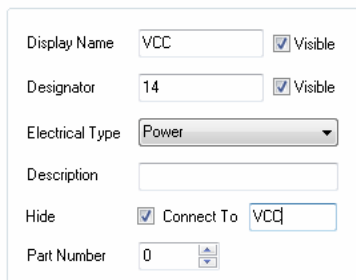

图 18-29 添加 VCC 引脚
(10) 放置电源引脚。在任意一个部件的编辑区中放置新的引脚,Display Name 设为 VCC,Designator 设为 14,Electrical Type 设为 Power,选中 Hide 复选框,连接网络设为 VCC,Part Number 设为 0,如图 18-29 所示。
(11) 在 SCH Library 面板双击该元件,打开库元件属性对话框,在 Default Designator 栏位输入“U?”,在 Default Comment 栏位输入“Hex Inverter”,单击 OK 按钮关闭对话框。
(12) 保存 SCH_Components.SchLib 文件。